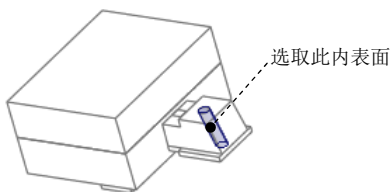

图 27.53 选取内表面
Step6. 使用“切除”命令，在滑块上创建导柱孔。在模型树中右击 **COVER_MOLD.ASM**，从系统弹出的快捷菜单中选择 **激活** 命令将组件激活；单击 **模具** 功能选项卡中的 **元件** 按钮，在系统弹出的菜单中选择 **元件操作** 选项。系统弹出“元件”菜单；在系统弹出的“元件”菜单中选择 **Cut Out (切除)** 命令，此时系统弹出“选择”对话框；在系统 选择要对其执行切出处理的零件。的提示下，选取 **FLIP.PRT** 为要执行处理的零件，然后单击“选择”对话框中的 **确定** 按钮，此时系统再次弹出“选择”对话框；在系统 为切出处理选择参考零件。的提示下，选取 **GUIDE_PILLAR** 为参考零件，然后单击“选择”对话框中的 **确定** 按钮，此时系统弹出“选项”菜单；在系统弹出的“选项”菜单中选择 **Reference (参考)** **Done (完成)** 命令；选择 **Done/Return (完成/返回)** 命令；将滑块 (flip) 激活；在屏幕右下方的“智能选取栏”中选择“几何”选项，选取图 27.53 所示的内孔表面（遮蔽“GUIDE_PILIAR.PRT”会很容易地选取内孔），单击 **模具** 功能选项卡 **分型面设计** 区域中的 **偏移** 按钮。此时系统弹出“偏移”操控板；在操控板界面中选取偏移类型 （即为“展开特征”），展开方向沿斜导柱轴线向外，在深度文本框中输入深度值 0.5，并按回车键，在“偏移”操控板中单击 按钮，完成特征的创建。